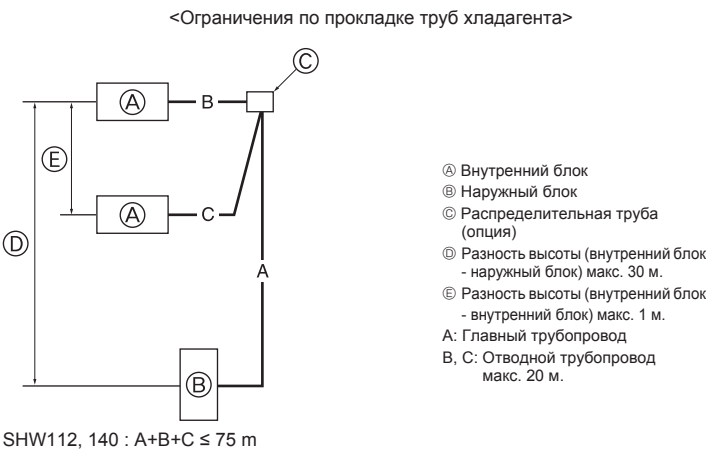

Fig. 4-10
4.8. Для двойной/тройной/четверной комбинации (Fig. 4-10)